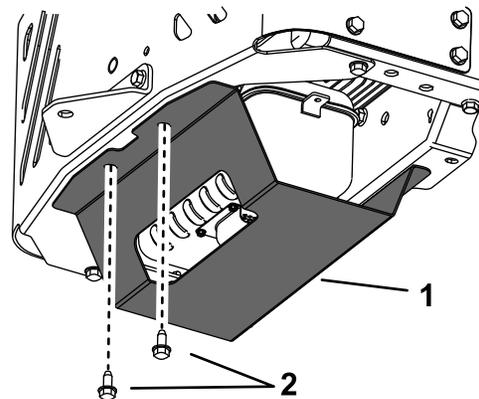

Bild 2
4. Befestigen Sie die Rückseite des Wärmeschutzblechs mit zwei Schrauben in den vorhandenen Löchern an der hinteren Stoßstange (**Bild 2**).